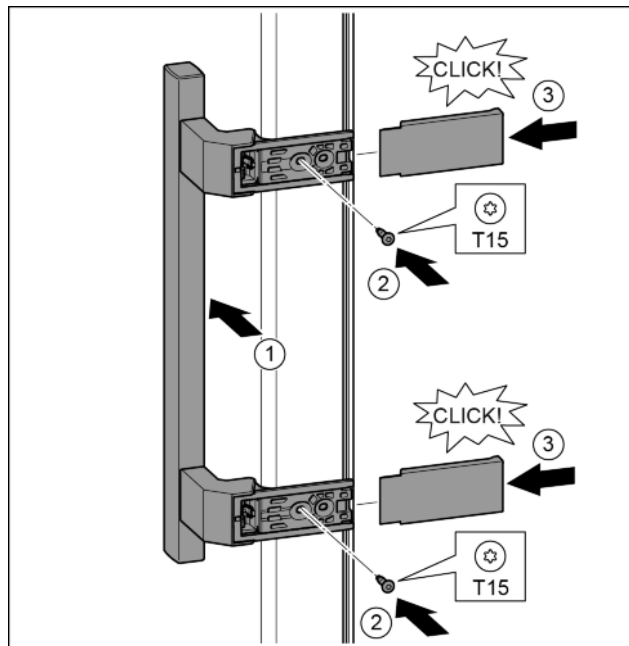

Fig. 22
- Założyć uchwyt po przeciwległej stronie. Fig. 22 (1)
- Śruby przykręcić przy pomocy śrubokręta T15. Fig. 22 (2)
- Osłony założyć z boku i wsunąć. Fig. 22 (3)